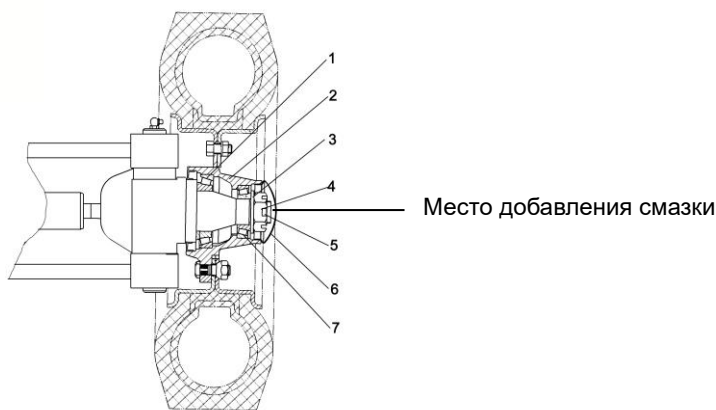

Рисунок 2-18
- (1) См. Рисунок 2-18, смажьте внутреннюю полость ступицы колеса, внутренний или внешний подшипник и крышку ступицы колеса, а также сальник.
- (2) Установите наружное кольцо подшипника на ступицу колеса и установите ступицу колеса на шарнире.
- (3) Установите шайбу и затяните гайку моментом затяжки 206-235 Н·м (21-24 кг·м), затем ослабьте гайку, затянув гайку снова моментом затяжки 9,8 Н·м (1 кг·м)
- (4) Аккуратно вставьте ступицу при помощи деревянного молотка и поверните ее на 3-4 оборота, чтобы убедиться, что она не болтается.
- (5) Затяните гайку.
- (6) Аккуратно постукивая ступицу колеса деревянным молотком, вращайте ступицу колеса 3-4 оборота вручную, чтобы обеспечить стабильность вращения, и измерьте момент вращения, чтобы его значение находилось в диапазоне 2,94-7,8 Н·м (0,3-0,8 кг·м)
- (7). Если момент вращения больше стандартного значения, вы можете отвернуть гайку на 1/6 оборота, а затем снова измерить его.
- (8) После того, как момент вращения будет соответствовать стандартному значению, зафиксируйте гайку при помощи шплинта.